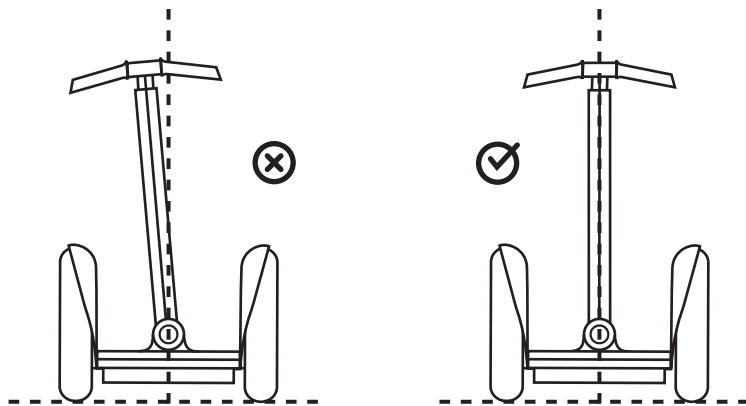

Figura 5. Cómo centrar la barra LeanSteer
8. Antes de apretar el fijador, compruebe visualmente que el manillar esté recto y centrado. Si no lo está, ajuste la barra de dirección LeanSteer de manera que quede recto y centrado. Consulte la figura 5.